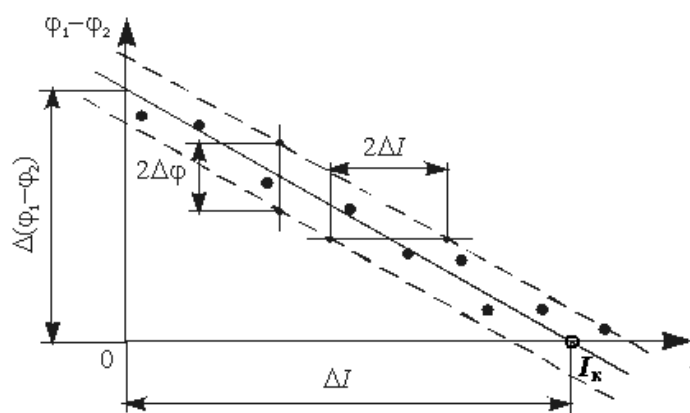

Рис. 7
4. Нанесите точки, соответствующие данным таблицы 1, на координатную плоскость, как показано на рис.7.
5. Проведите прямую линию с учетом разброса экспериментальных значений до ее пересечения с осями абсцисс и ординат. Примерный вид прямой показан на рис. 7.
6. Выше и ниже полученной зависимости выделите пунктирными линиями полосу разброса экспериментальных данных, как показано на рис. 7.
Для определения погрешности измерения тока проведите прямую параллельную оси абсцисс (см. рис.7). Погрешность определения тока ΔI равна половине разности токов $2\Delta I$, соответствующих точкам пересечения проведенной прямой с полосой разброса экспериментальных данных.